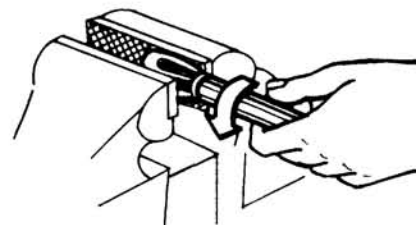

Fig. 6
- a Enrosque el extremo pelado de la manguera en el casquillo en sentido contrario a las agujas del reloj, hasta el tope (fig. 6).